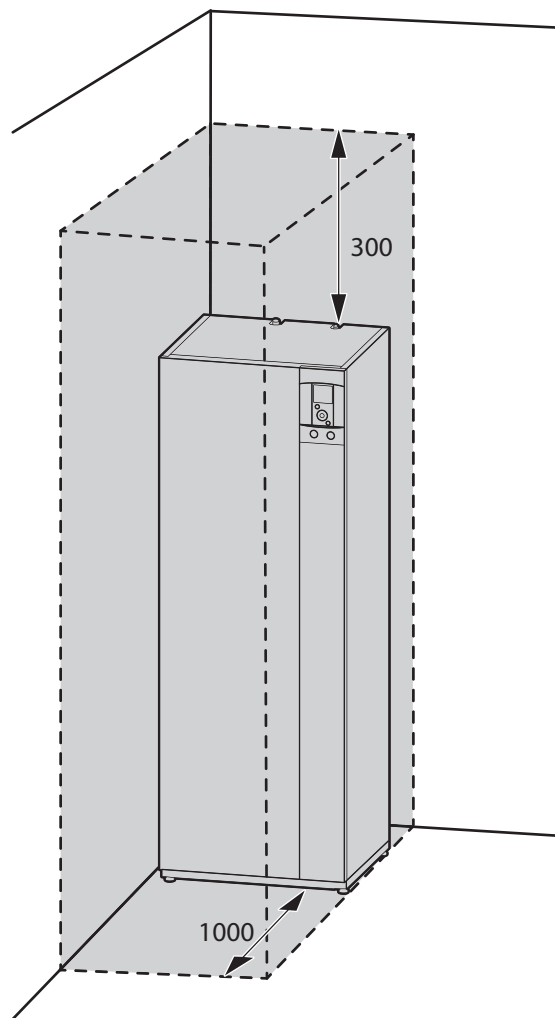

fig. 19 - Dégage minimum d'installation autour du module hydraulique pour l'entretien
- Pour faciliter les opérations d'entretien et permettre l'accès aux différents organes, il est conseillé de prévoir un espace suffisant tout autour du module hydraulique (fig. 19).